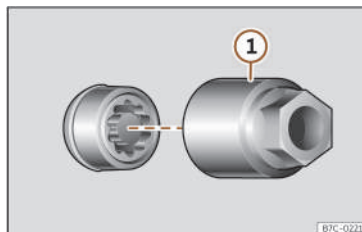

Fig. 183 Vite antifurto della ruota con cappuccio e adattatore.
- Inserire l'adattatore speciale >>> **fig. 183 ①** (attrezzo di bordo >>> pag. 283) nella vite antifurto della ruota fino al fermo.